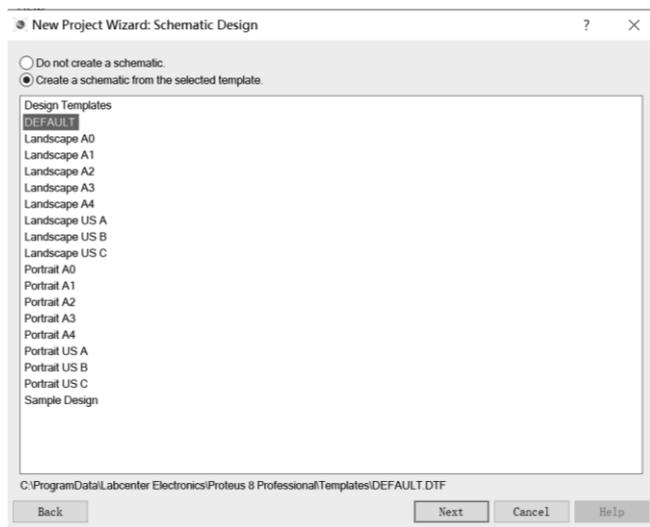
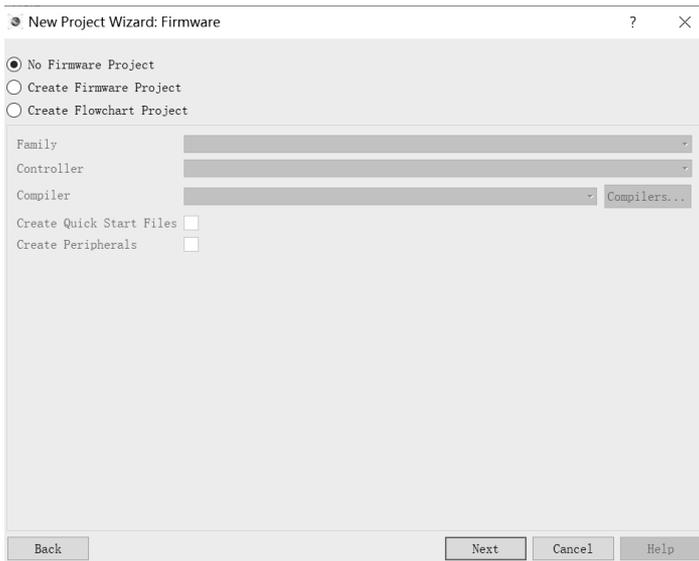
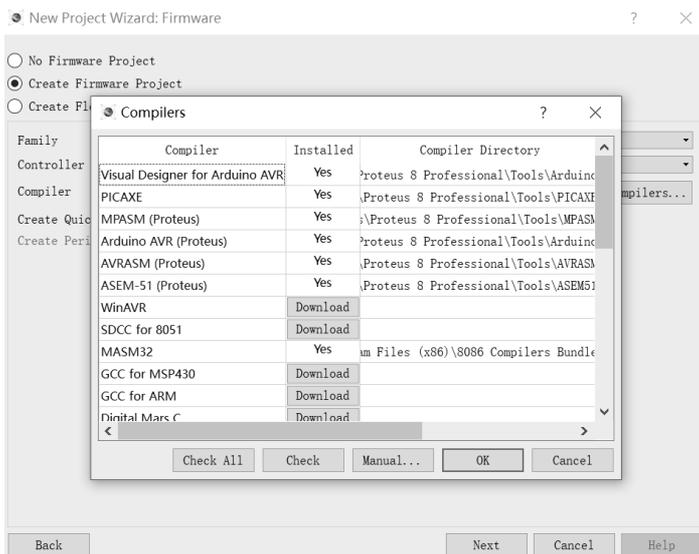
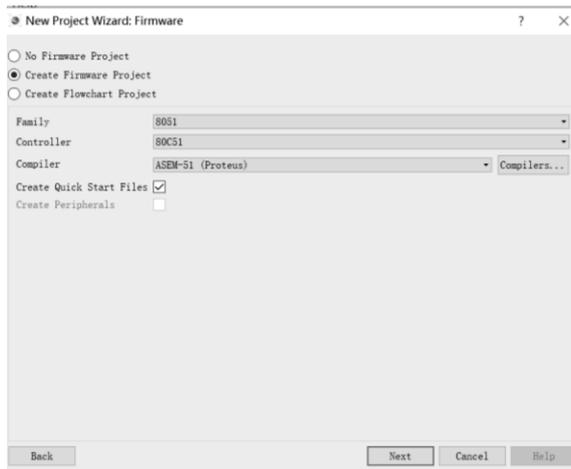

图 1-28 创建 PCB 布局对话框
图 1-29 创建固件对话框
图 1-30 编译器选择对话框
图 1-31 创建固件选择结果
(4) 单击“Next”按钮，出现如图 1-28 所示的创建 PCB 布局对话框，默认为不创建。如果选择创建 PCB 布局，后面还有一系列选项，读者如果想看一下创建后的集成视窗效果，一路单击“Next”按钮即可。
(5) 单击图 1-28 中的“Next”按钮，出现如图 1-29 所示的创建固件对话框。有三个选项，分别是“**No Firmware Project**”(不创建固件)、“**Create Firmware Project**”(创建固件)和“**Create Flowchart Project**”(创建流程图)。如果绘制一个不含控制器的电子线路且不需要进行复杂模型创建，选择默认不创建固件项目；如果想要设计一个含有控制器的系统或需要进行复杂模型创建，即有编程需求，则选择后两项；而第三项流程图创建前面已有说明，这里选中间项“**Create Firmware Project**”。
(6) 选择“**Create Firmware Project**”项后，在图 1-29 下方选择需编程的控制器系列、型号、对应的程序编译软件，以及是否建立快速开始文件等。在“**Family**”中保留 8051 选项(通过右边的下拉箭头可选择其他 CPU 系列)，在“**Controller**”中选择 80C51 单片机，在“**Compiler**”中保留默认项“**ASEM-51 (Proteus)**”编译软件。如果选择的是其他控制器，要在图 1-30 所示的“**Compiler**”对话框中选择与之对应的编译软件；如果系统没有自带，可以直接在线单
击“Download”安装。在图 1-30 中可以看到，已经手动安装了一个“MASM32”8086 系列编译软件。
(7) 选择图 1-29 中的“Create Quick Start Files”项并进行相应设置后，出现如图 1-31 所示的创建固件选择结果。